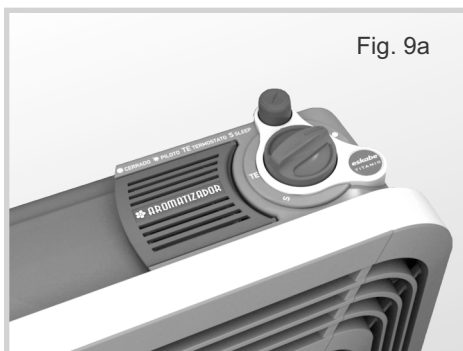

Fig. 9a
2. Levante la tapa del Aromatizador (Fig. 9a y 9b).